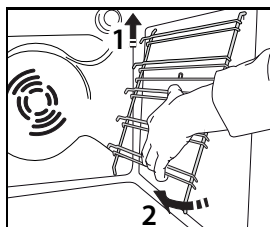

Fig.5
2. Para extraer las rejillas, levántelas (1) y gírelas como (2) aparece en la Fig.5.